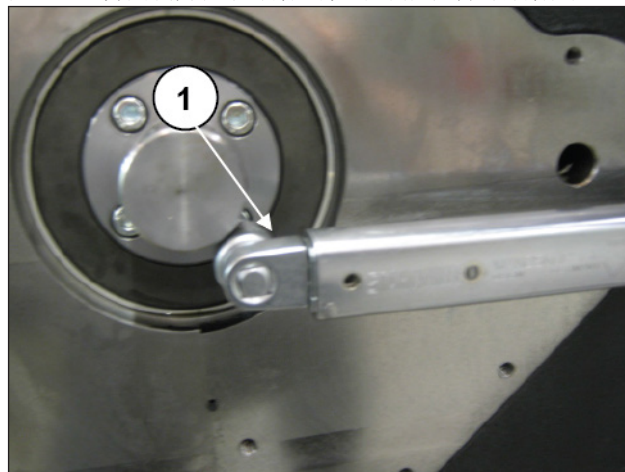

图 123
使用四个M8螺钉将油泵控制柄脚组装到曲轴上(位置①, 图 123)并用测力扳手拧紧至第3节中所说明的拧紧扭矩。